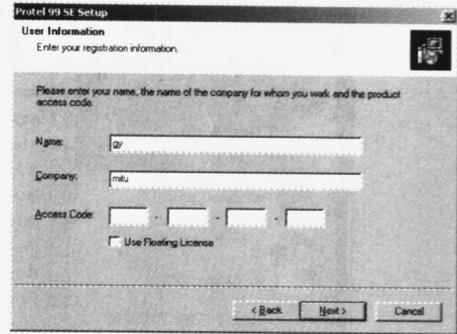

图 1-2 用户注册
3) 单击【Next】按钮，屏幕弹出用户注册对话框，提示输入序列号及用户信息，如图 1-2 所示，正确输入供应商提供的序列号后单击 Next 按钮进入下一步。